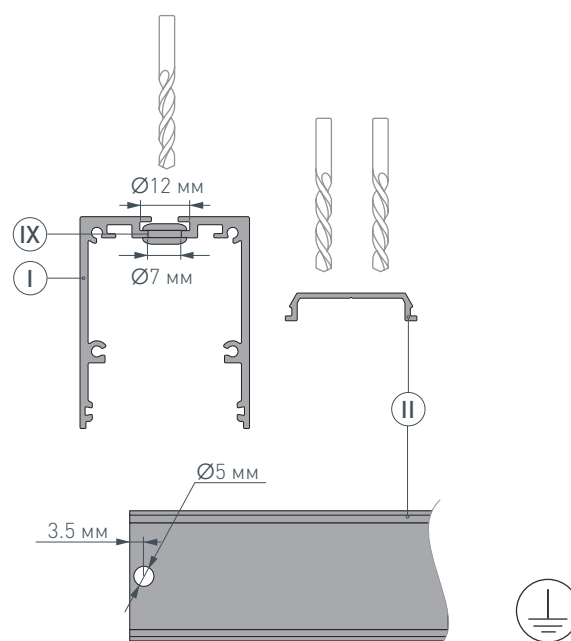

Рис. 1. Подготовка отверстия для вывода кабеля на основании для светодиодной ленты **Ⓚ**. Вид сверху
- 1** / Просверлите два отверстия $\varnothing 12$ мм и $\varnothing 7$ мм в профиле **Ⓚ** для вывода сетевого кабеля, а также для установки клемм заземления профиля и блока питания. Затем просверлите отверстие $\varnothing 5$ мм в основании для ленты **Ⓚ** для вывода кабеля питания светодиодной ленты, как показано на рис. 1. **Установите клеммы заземления профиля и блока питания.** Установите в профиле **Ⓚ**, в отверстие для сетевого кабеля силиконовую муфту **Ⓚ**.